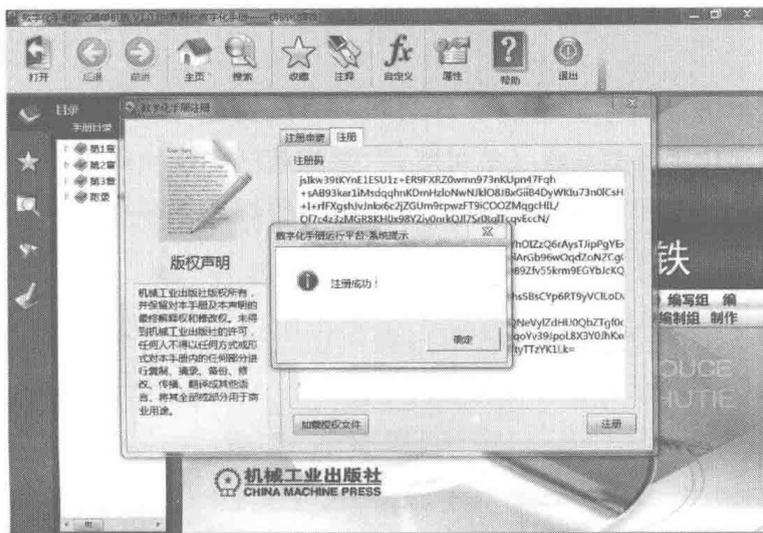

图 1-14 “注册成功”信息提示
2) 注册通过后, 数字化手册浏览器将显示“注册成功”的信息提示, 如图 1-14 所示, 表示用户已取得授权, 单击“确定”按钮, 即可正常使用数字化手册